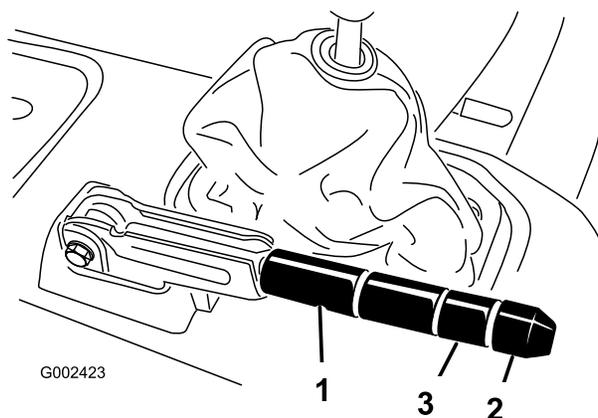

Figura 74
2. Alivie o parafuso de fixação do punho à alavanca do travão de mão (Figura 74).